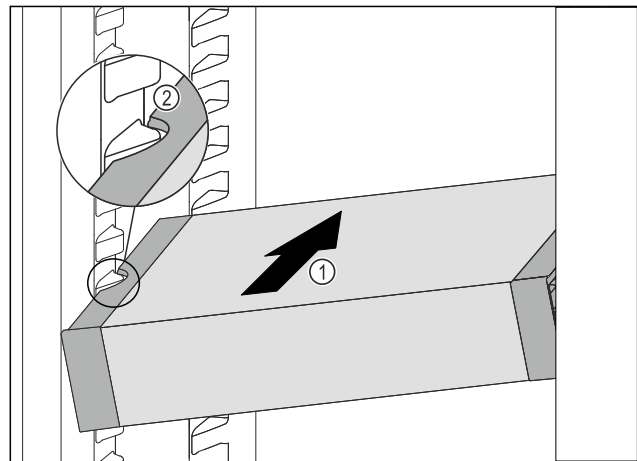

Fig. 87
- ▶ Вкарайте VarioSafe под ъгъл в хладилната част Fig. 87 (1), докато страничните прорези Fig. 87 (2) на VarioSafe се намират на височината на ребро на съда в хладилната част.